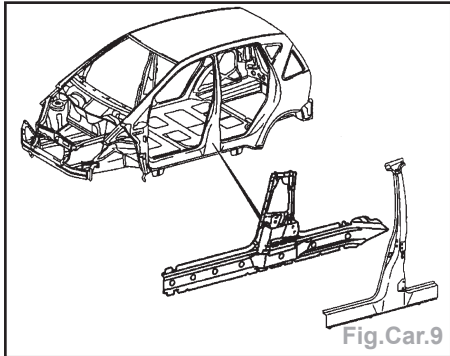

Fig.Car.9
- Découper le pied milieu intérieur (Fig.Car.9).